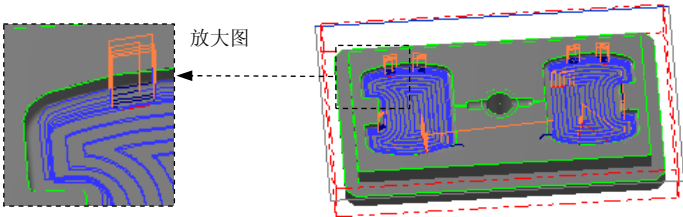

图 20.37 刀具路径
(1) 在“曲面残料粗加工”对话框的 **刀具路径参数** 选项卡的列表框中显示出 Step5 所选择的刀具，双击该刀具，系统弹出“定义刀具-机床群组-1”对话框。
(2) 设置刀具号码。在“定义刀具-机床群组-1”对话框中的 **刀具号码** 文本框中，将原有的数值改为 5。
(3) 设置刀具参数。单击“定义刀具-机床群组-1”对话框中的 **参数** 选项卡，在 **进给速率** 文本框中输入值 200.0，在 **下刀速率** 文本框中输入值 100.0，在 **提刀速率** 文本框中输入值 500.0，在 **主轴转速** 文本框中输入值 1500.0。
(4) 设置冷却方式。在 **参数** 选项卡中单击 **Coolant...** 按钮，在系统弹出的“Coolant...”对话框中的 **Flood**（切削液）下拉列表中选择 **On** 选项。单击 **✓** 按钮，关闭“Coolant...”对话框。
(5) 单击“定义刀具-机床群组-1”对话框中的 **✓** 按钮，完成刀具参数的设置。
Step10. 单击“曲面残料粗加工”对话框中的 **✓** 按钮，同时在图形区生成图 20.37 所示的刀具路径。